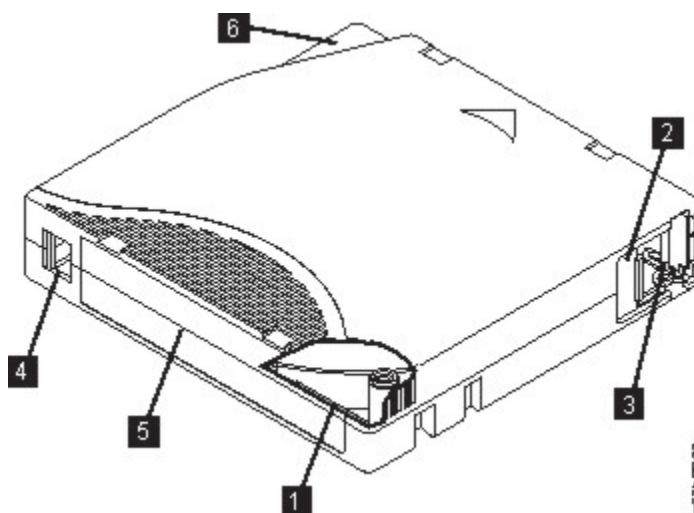

Figure 52. Cartouche de données LTO Ultrium
La Figure 52, à la page 75 montre la cartouche de données LTO Ultrium et ses composants.
Pour fixer étiquette de code à barres sur une cartouche de bande, placez-la uniquement dans le relief en creux prévu à cet effet (voir 5 dans Figure 52, à la page 75). Si l'étiquette dépasse du renforcement, il se peut que l'unité ne puisse pas charger la cartouche.
- Positionnez l'étiquette dans la zone d'encastrement de l'étiquette (voir 5 dans Figure 52, à la page 75).